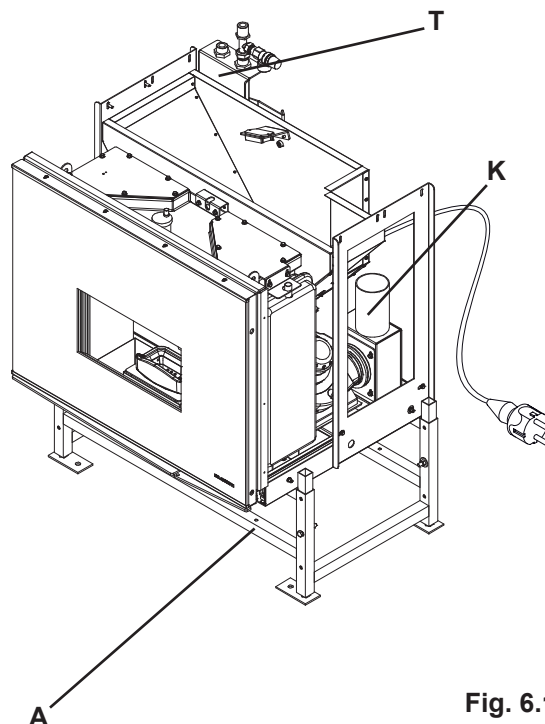
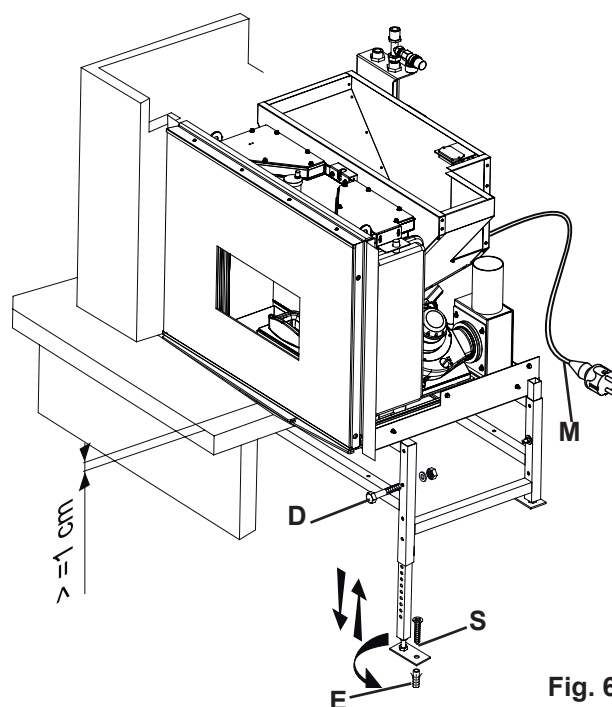

Fig. 6.1
Fig. 6.2
Das ausziehbare Gestell besteht aus (Abb. 6.1):
Installation (Abb. 6.1, Abb. 6.2):
1. Die Höhe des Heizofens anhand der Schrauben (D) an den Gestellstützen regulieren.
2. Das Gestell durch Drehen der Stellfüße (S) nivellieren.
5. Die Sockelfüße (S) mit robusten Spreizdübeln Ø 8 mm aus Stahl (E) befestigen;
6. Den Abgassammler (K) mit dem Rauchabzugsschacht verbinden.
8. Die Stromleitung an der Ofenrückseite (M) vorsehen;
Die Wasserschlauchhalterung (T) wird rechts auf der Rückseite des Ofens montiert Abb. 6.1.